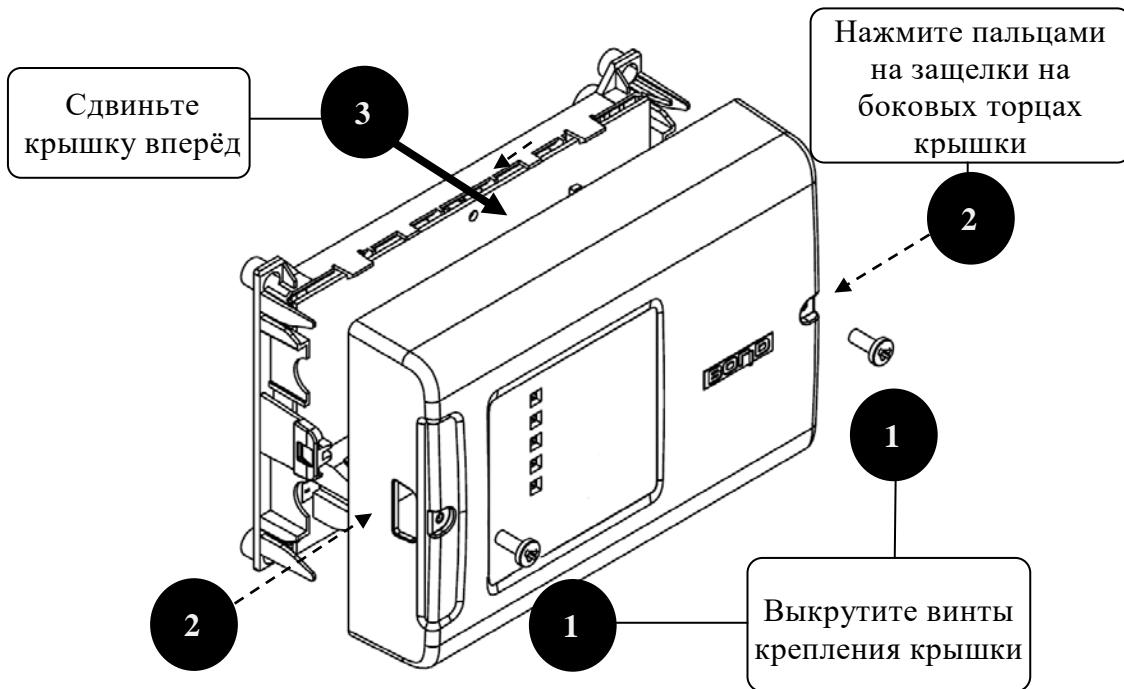

Рисунок 2.2.3.1. Снятие крышки блока.
- Снимите крышку блока в порядке, указанном на рис. 2.2.3.1.